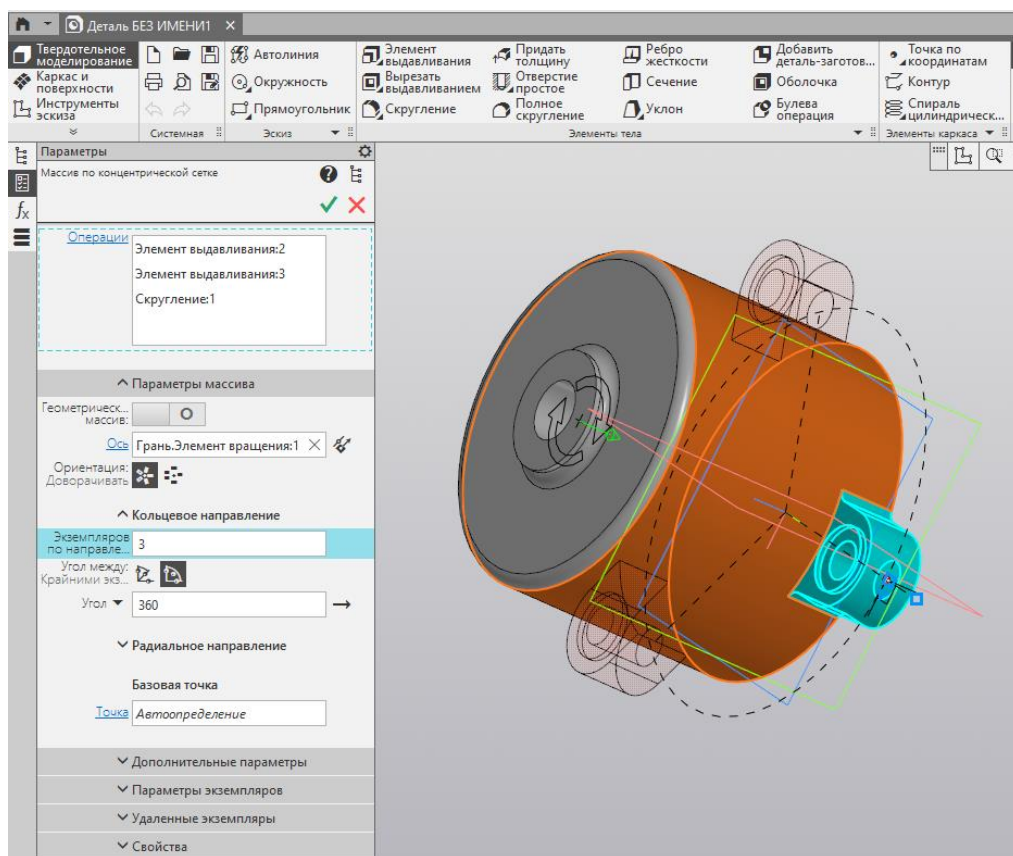

Рисунок 11 – Настройка параметров массива по концентрической сетке
7.1 В параметрах массива по концентрической сетке (рис. 11) убедитесь, что включен тип «Операции». Ниже в строке «Операции» укажите элементы выдавливания и скругления нашей лапки на модели, которые необходимо размножить. В строке «Ось» укажите направление кругового массива, кликнув на корпус цилиндра.